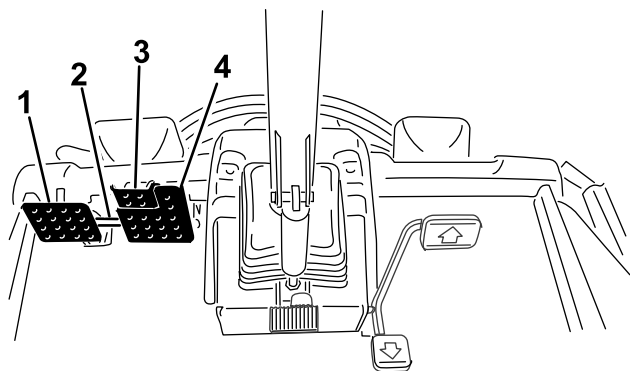

Figura 28
- Odpojte pojistnou západku pedálů (Figura 28).